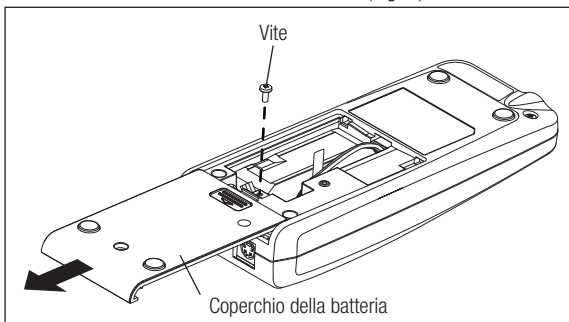

Fig. 6
- 3) Rimuovere il coperchio della batteria facendolo scivolare in direzione della freccia. (Fig. 6)